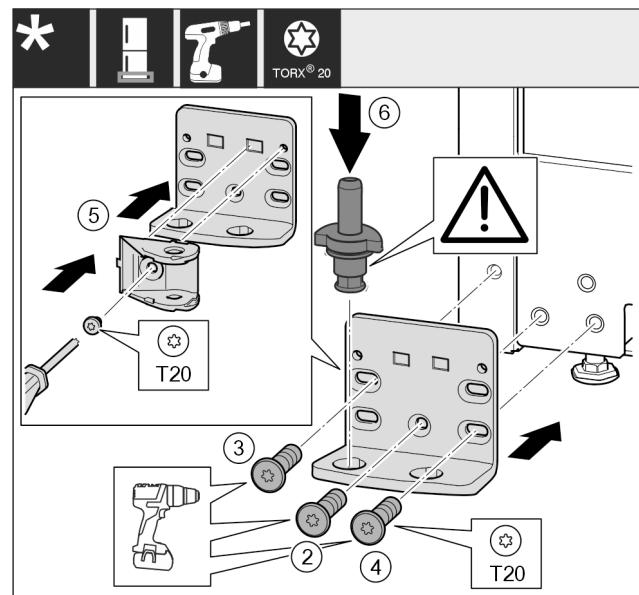

Fig. 21 *
- Coloque el soporte del cojinete en el otro lado y atornílelo con un destornillador. Comience con el tornillo Fig. 21 (2) en la parte inferior central.*
- Atornille el tornillo Fig. 21 (3) y el tornillo Fig. 21 (4).*